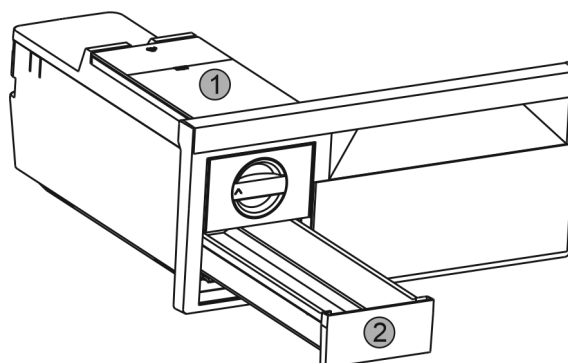

Fig. 49
- ▶ Rimuovere il serbatoio dell'acqua Fig. 49 (1) e il cassetto dei cubetti di ghiaccio Fig. 49 (2).